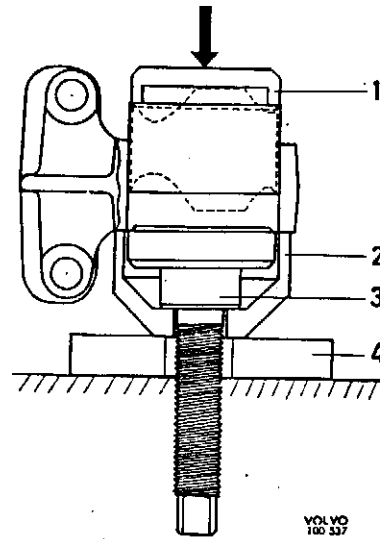
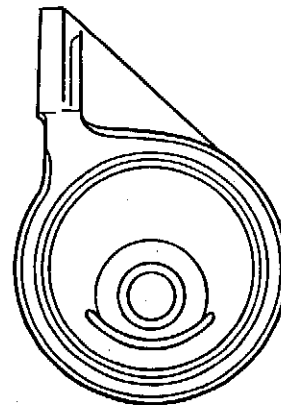

Abb. 20 Einbau des Gummikissens
Abb. 21 Gummikissen eingebaut
3. Beim Einpressen des neuen Kissens sind die Hülse (2 — Abb. 20) und die Spindel (3) als Unterlage zu verwenden. Eine Platte mit Loch (4) oder dergleichen zum Unterstützen verwenden. Das Kissen wird mit Hilfe der Platte (1) eingepreßt. Kissen auf der abge- schrägten Seite des Halters montieren. Das Loch der Befestigungsschraube soll der Dárstellung in Abb. 21 entsprechen.